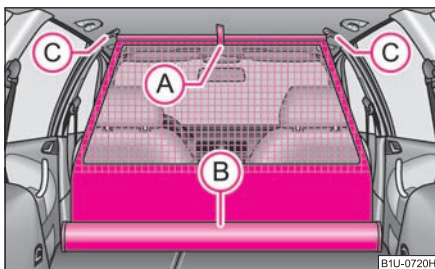

Fig. 82 Scoaterea peretelui despărțitor
- Trageți plasa de curelușă (A) din carcasa (B) ⇒ fig. 82.
- Introduceți bara transversală în locașul (C) pe o parte și apăsați bara în față.
- În același mod fixați bara pe partea cealaltă a autovehiculului, locașul (C).